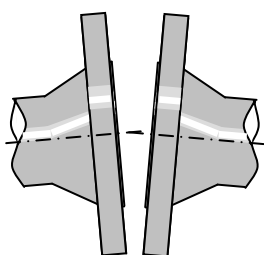

図3 平行度が悪い
- 相対するフランジの平行度が出ていると片締めの原因となりますので、正しい位置に補正して下さい。（図3参照）